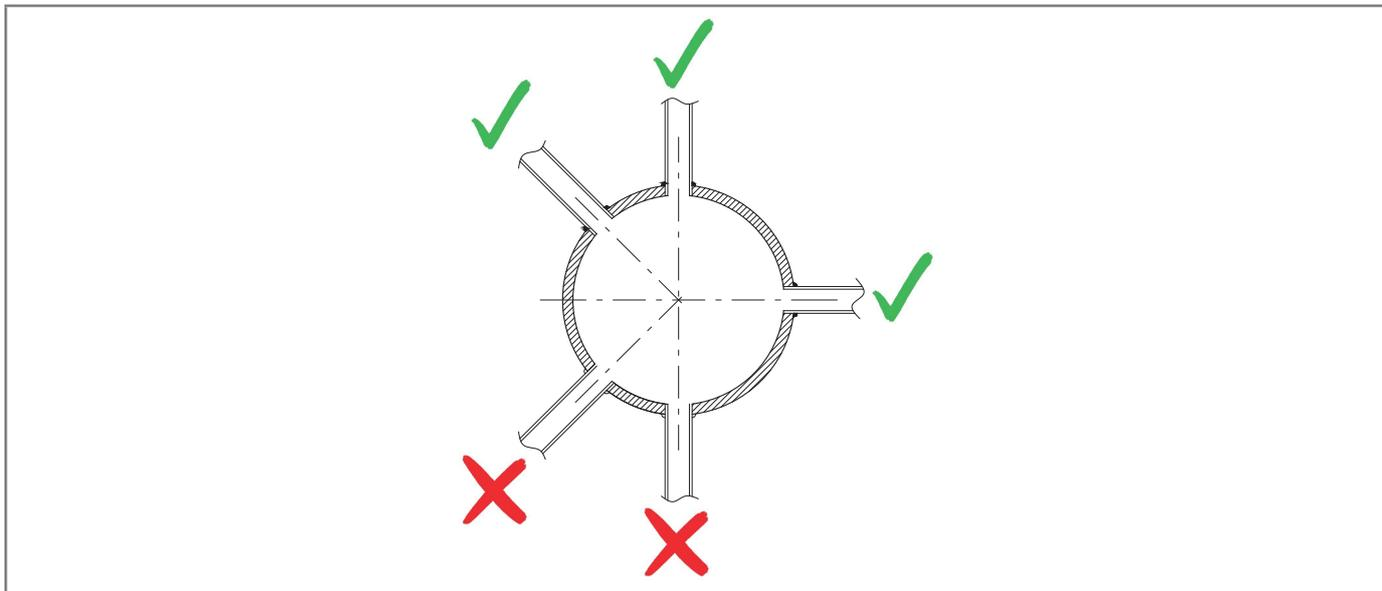

Рис. 6.22. Сварные соединения пневматического соединения
- фитинги пневматического соединения всегда привариваются к верху или к горизонтальной оси самой трубы (см. рис. Рис. 6.22);